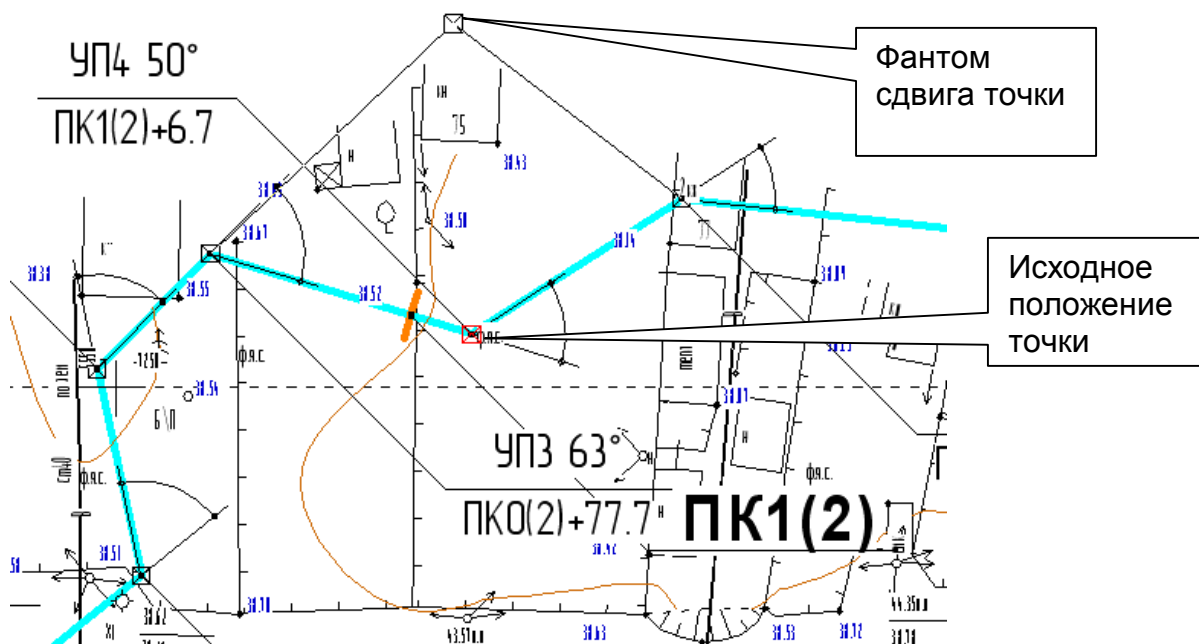

Рис.41
- 2) Если перед входом в данный режим группа выделения отсутствует, то программа выводит запрос: **“Укажите точку или элемент газопровода для сдвига”**. Если указанная точка является точкой линии газопровода (стиль - перечеркнутый квадрат) или элементом газопровода, то при перетягивании точки мышью на экране появляется фантом нового положения (рис.41). Двигая фантом, нужно указать новое положение точки или элемента и затем его зафиксировать нажатием на левую кнопку мыши. При сдвиге точки программа перерисовывает плеть газопровода в соответствии с новым положением сдвинутой точки. Если на соседних со сдвигаемой точкой участках плети имеются дополнительные элементы, то они также будут передвинуты в новое положение в соответствии с новыми координатами участков плети. В этом случае новые точки привязки элементов определяются по операции поворота (центр - соседняя со сдвигаемой точкой точка плети). Это обеспечивает сохранение расстояний между элементами (важно для опор). Может получиться ситуация, когда элемент будет перемещен в новое положение за пределы плети. Программа выделит такие элементы и